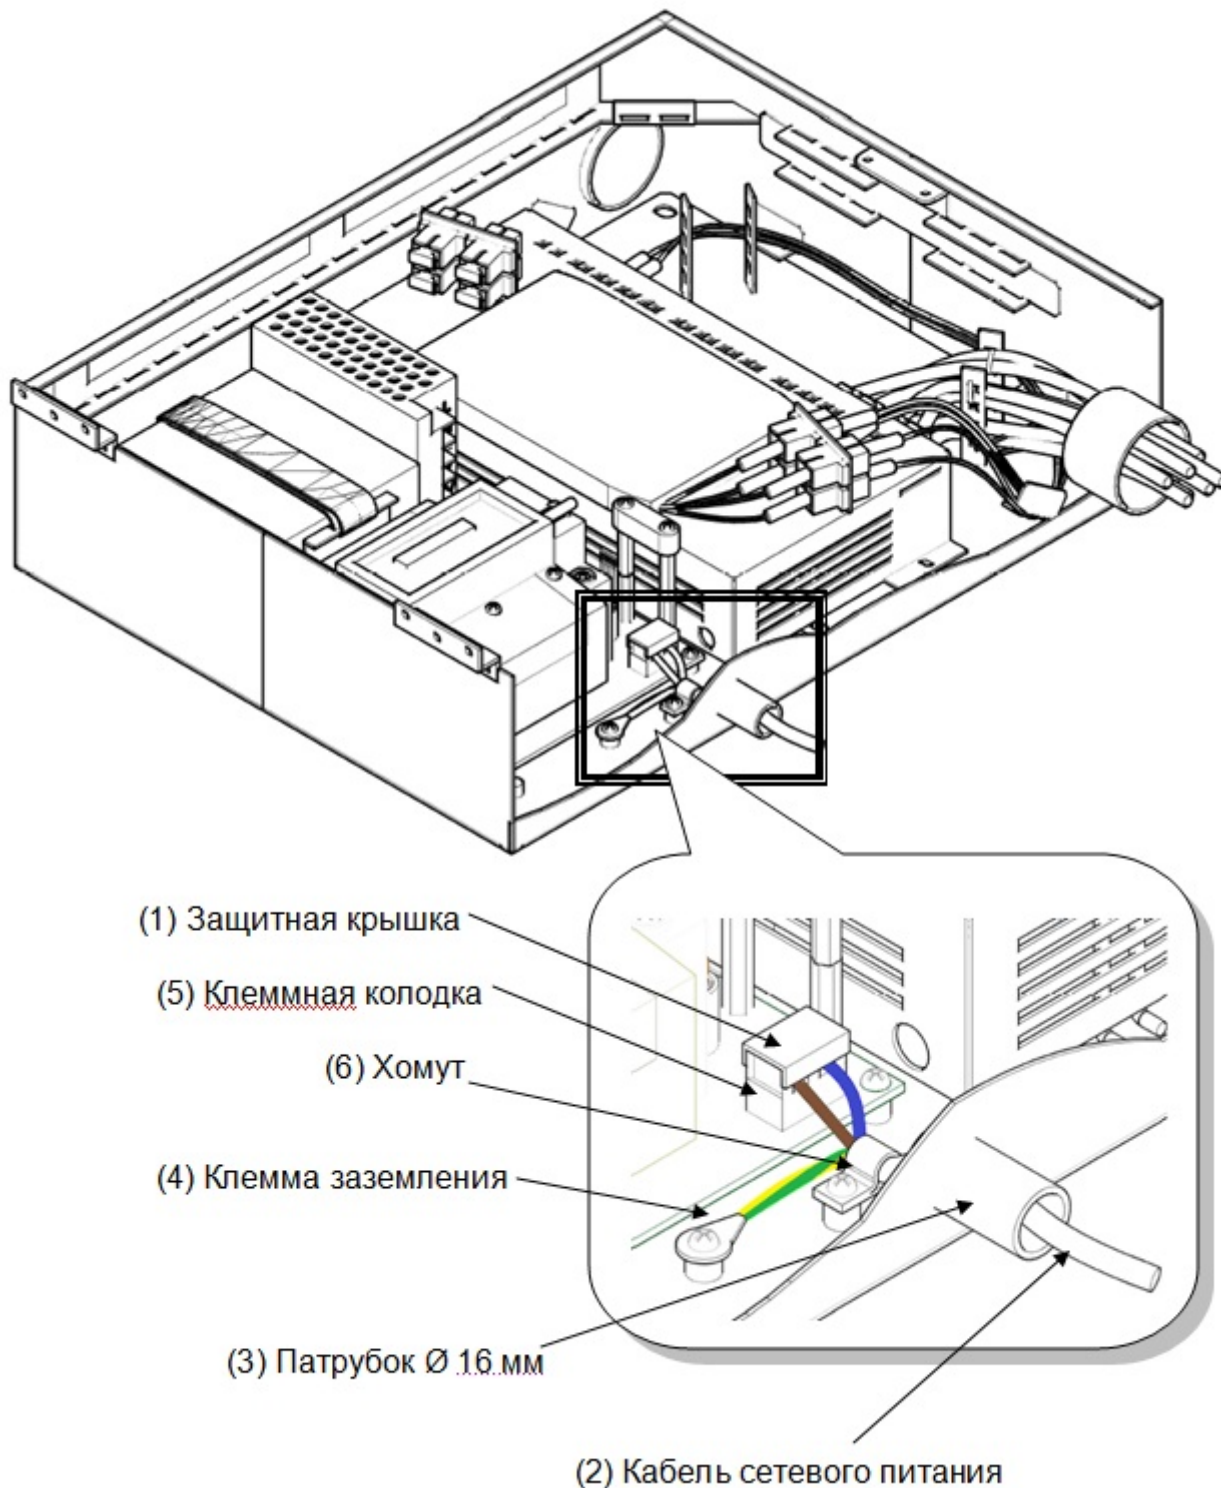

Рисунок 7.6 – Схема подключения кабеля сетевого питания. Дверца корпуса и одна из стенок условно не показаны
7. Ввести кабель сетевого питания (2) через патрубок \varnothing 16 мм (3), разделить его на жилы. Желто-зеленую жилу подключить к клемме заземления (4), провод с фазой подключить к клемме «L» клеммной колодки (5), нулевой провод – к клемме «N», рисунок 7.6.
8. Закрепить кабель сетевого питания хомутом (6). Убедиться в надежности крепления и в отсутствии неподключенных проводов.